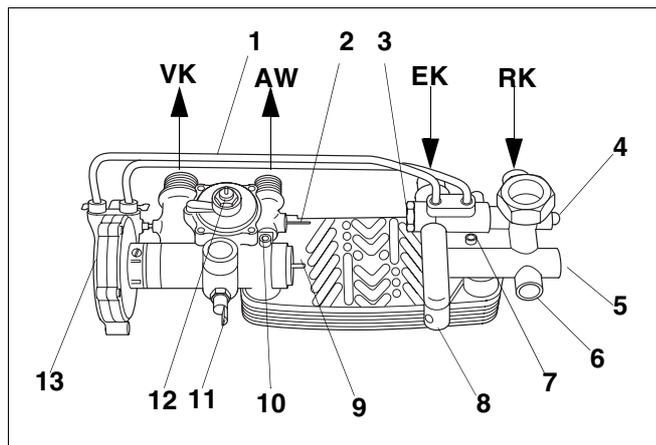

Fig. 25 Unità idraulica apparecchio combi
- Svitare le viti di fissaggio dello scambiatore di calore dell'acqua calda (fig. 25, pos. 7 e 10) ed estrarre dal basso lo scambiatore di calore dell'acqua calda.
- Svitare il filtro dell'acqua fredda (fig. 25, pos. 3) con una chiave fissa (apertura di chiave 24).
Legenda alla fig. 25: